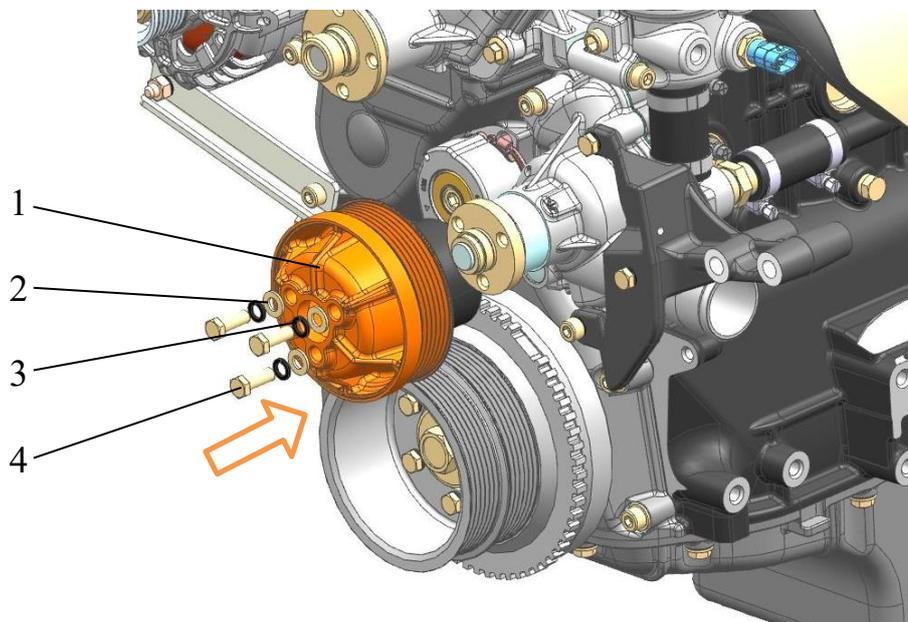

Рис.190. Установка шкива водяного насоса:
– установить шкив 1 (рис.190) водяного насоса, завернув болты 4 крепления шкива с шайбами 2, 3 моментом 13,7...17,7 Н·м (1,4...1,8 кгс·м);